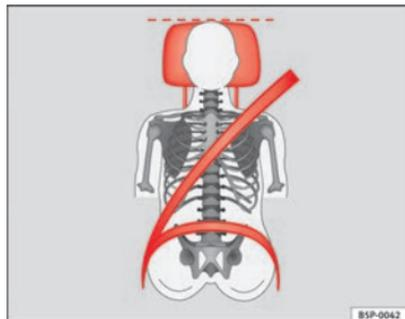
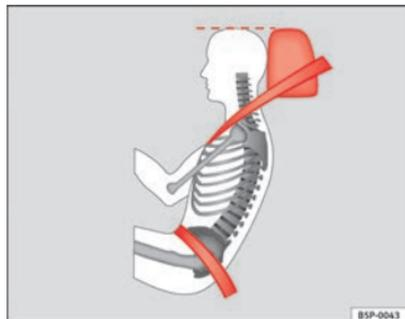

Fig. 3 Encosto de cabeça correctamente regulado visto de frente
Fig. 4 Encosto de cabeça correctamente regulado visto de lado
- Ajuste o encosto de cabeça de forma a que o rebordo superior fique, na medida do possível, alinhado com a parte superior da cabeça, no mínimo à altura dos olhos ⇒ Fig. 3 e ⇒ Fig. 4.